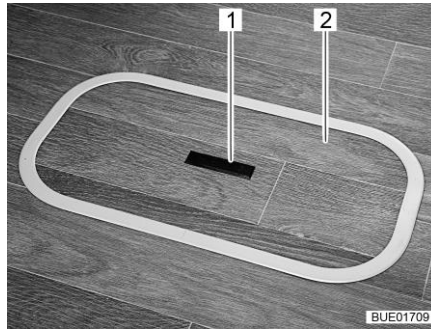
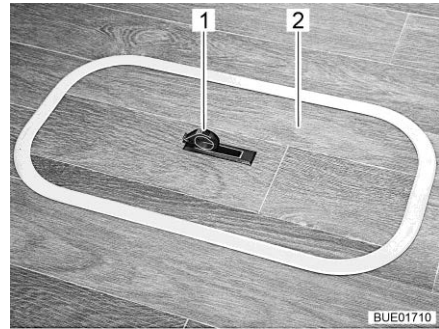

Bild 70 Lock för golvfacket (handtag sänkt)
Bild 71 Lock för golvfacket (handtag utsvängd)
- Tryck nedåt på ena sidan av griplattan (Bild 70,1). Handtaget (Bild 71,1) svängs upp.
- Ta av locket (Bild 70,2 eller Bild 71,2) uppåt.